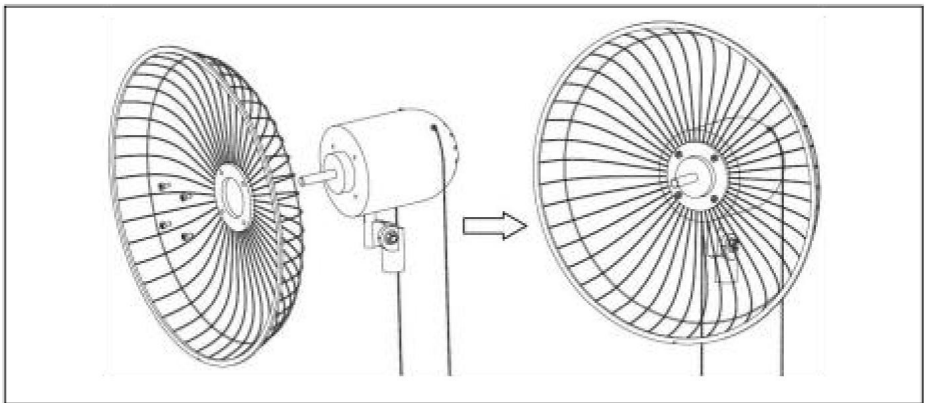

Abb.5.
- 1). Entfernen Sie die Gitterschrauben vom Motorkopf. Befestigen Sie dann die Rückseite Befestigen Sie das Gitter (12) am Motorkopf mit der hinteren Gitterschraube (13), wie in der Abbildung gezeigt Diagramm (Abb.5.)